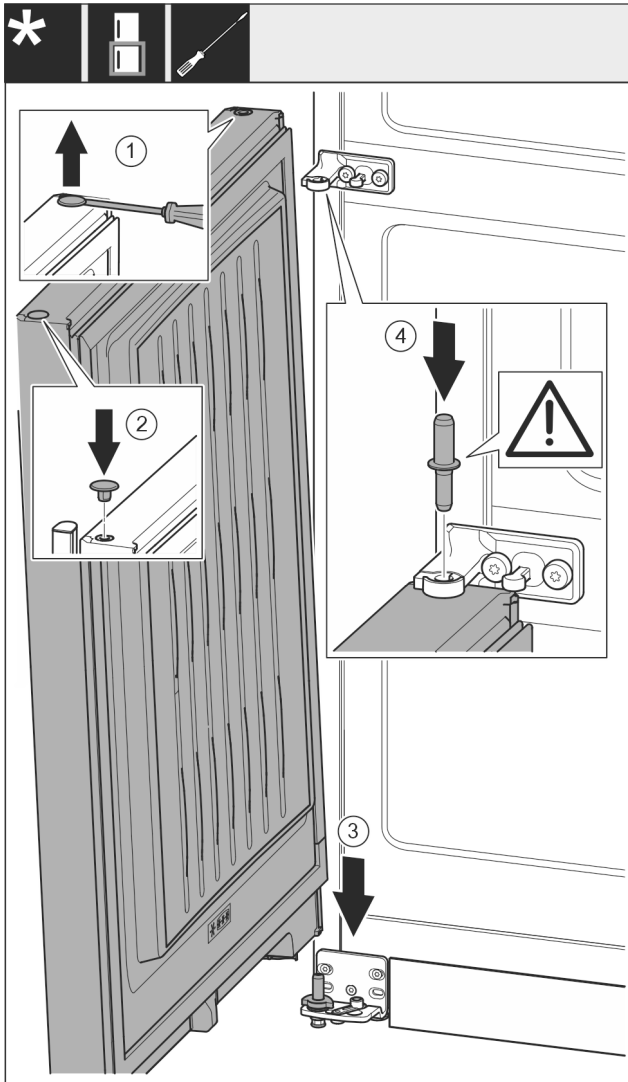

Fig. 20
- ▶ Nosta tulppia Fig. 20 (1) varovaisesti uraruuvimeisselillä ja vedä irti.
- ▶ Aseta tulpat Fig. 20 (2) uudelleen oven toiselle puolelle.
- ▶ Aseta ovi Fig. 20 (3) yläkautta alhaalla olevien laakeripulttien päälle.
- ▶ Aseta keskilaakeripultit Fig. 20 (4) keskellä olevan laakerijalustan läpi alemmaan oven. Varmista tällöin, että lukitusnokka osoittaa taaksepäin.